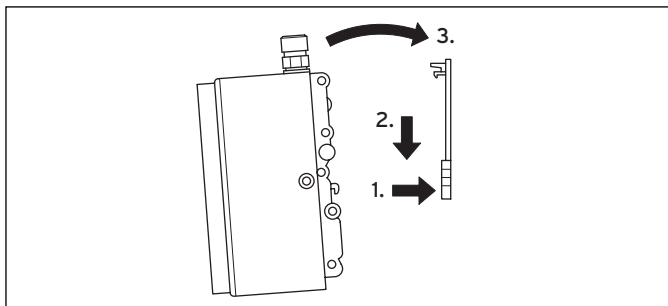

Рис. 3.4 Установка аппарата
- Для демонтажа аппарата фиксатор кронштейна поднять вверх плоской шлицевой отверткой и осторожно снять аппарат с кронштейна через верх (рис. 3.4).